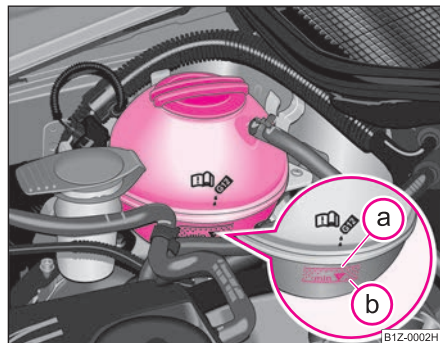

Fig. 194 Compartimentul motor: Vasul de expansiune al lichidului de răcire
- Verificați nivelul lichidului de răcire din vasul de expansiune ⇒ fig. 194. Când motorul este rece, nivelul lichidului de răcire trebuie să se afle între marcajele (b) (MIN) și (a) (MAX). Când motorul este cald, nivelul lichidului de răcire poate fi și puțin peste marcajul (a) (MAX).
- Puneți o lavetă pe capacul vasului de expansiune ⇒ **fig. 194** și desfaceți capacul **cu grijă** spre stânga ⇒ .